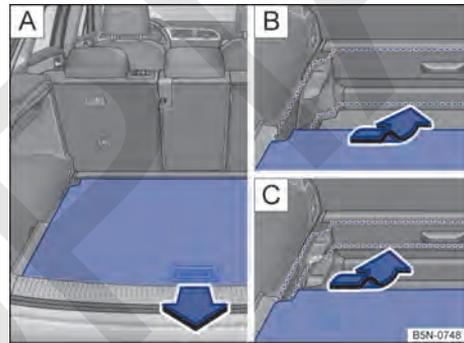

Fig. 187 En el maletero: ajustar el piso variable del maletero en altura.
- Levante el piso del maletero y tire de él hacia atrás para sacarlo de las guías laterales del maletero → fig. 187 [A].
- Coloque el piso en las guías de la altura deseada y desplácelo hacia delante hasta el tope → fig. 187 [B], [C]. >